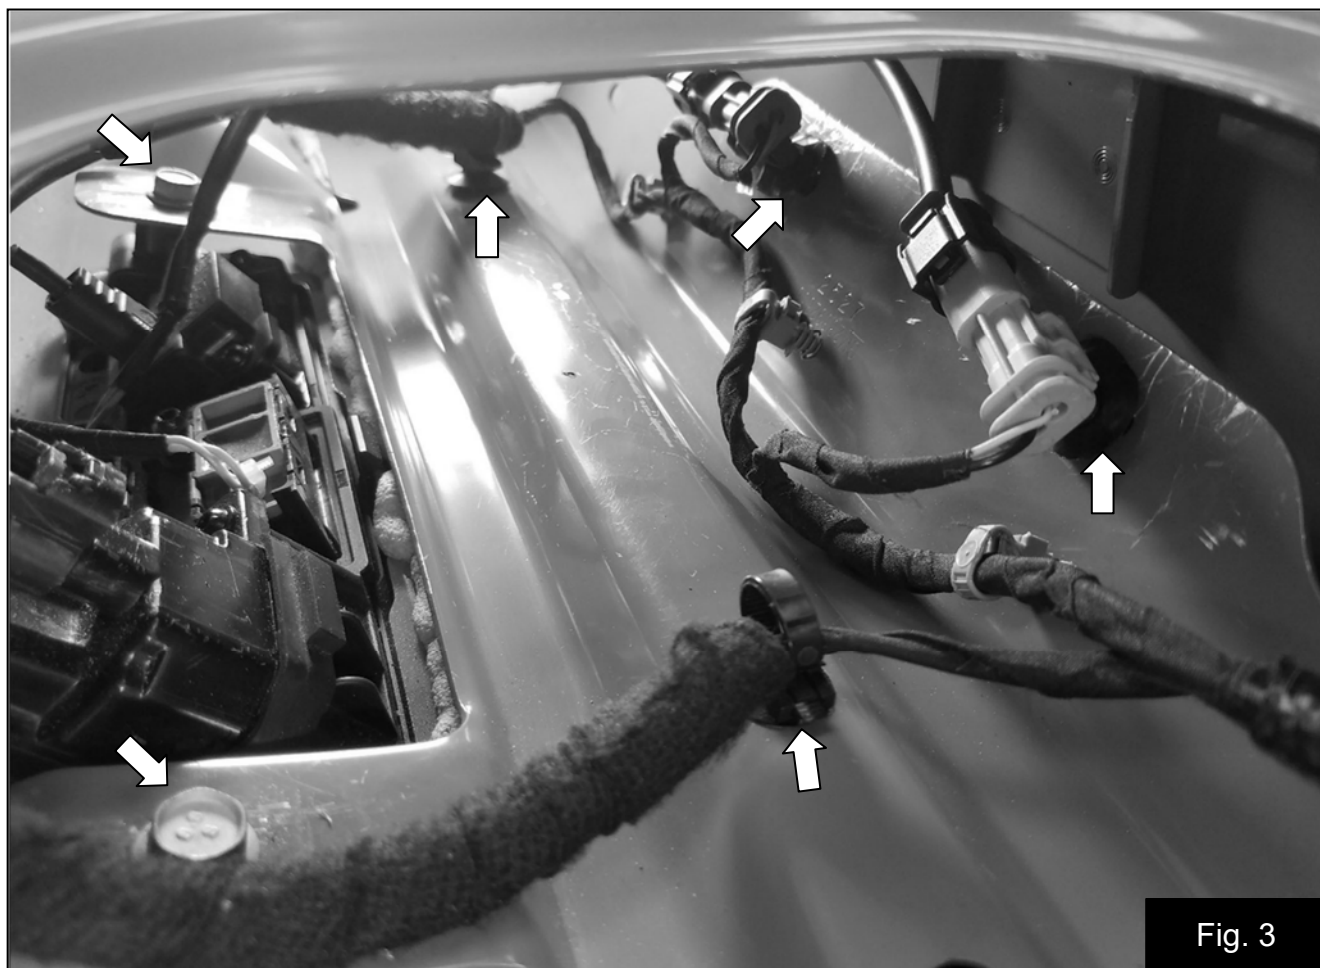

Fig. 3
4. Desserrez les deux boulons de fixation de la poignée du hayon. Fig. 3
5. Retirez les attaches de câbles indiquées. Fig. 3